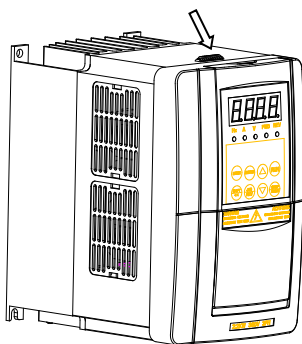
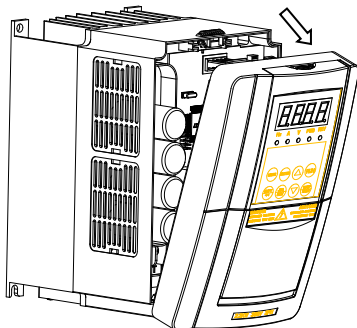

图 3-4 机型 A 上盖的拆卸图
图 3-5 机型 A 上盖的拆卸图
1、机型 A 上盖的拆卸：手指用力按变频器上方的凸起处（图 3-4 箭头所指）上盖松开后拉 30~50mm（如图 3-5 所示），再往上提，拆除显示板与主控板的连接线，即可打开变频器的上盖。